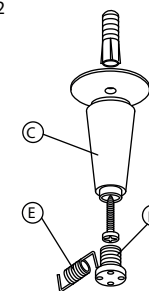

Fig.4
5. Den Stoff durch die Löcher F an den Federenden stecken Abbildung 4.
5. Collocare la tela, mettendo i fori F agli stremi della molla fig 4.
5. Placer la toile en mettant les trous F aux extremités du ressort fig 4.
5. Colocar la tela metiendo los agujeros F en los extremos del muelle (fig 4).